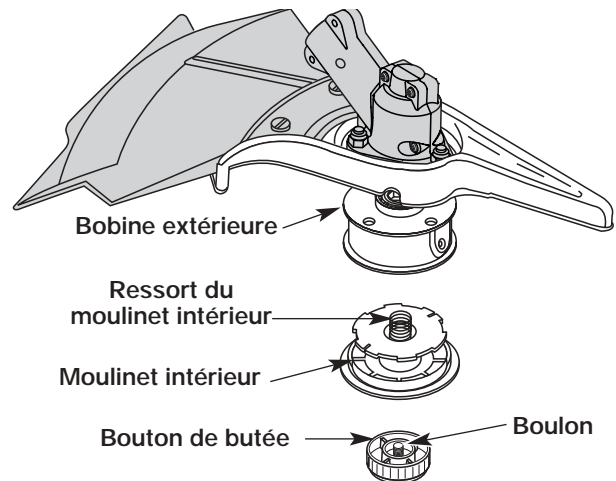

Figure 27
1. Tenez la bobine extérieure d'une main et dévissez le bouton de butée vers à droite (Fig. 27). Inspectez le boulon à l'intérieur du bouton de butée pour vous assurer qu'il se déplace librement. Remplacez le bouton de butée s'il est endommagé.
2. Retirez le moulinet intérieur de la bobine extérieure (Fig. 27).
3. Retirez le ressort du moulinet (Fig. 27).
2. Retirez l'ancien moulinet intérieur de la bobine extérieure (Fig. 27).
3. Retirez le ressort de l'ancien moulinet intérieur (Fig. 27).